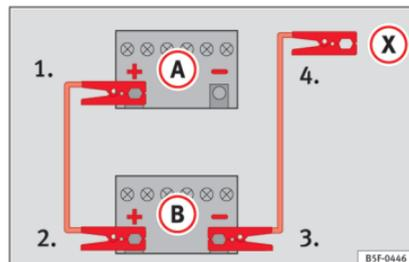

Abb. 75 Anschlussschema für Fahrzeuge ohne Start-Stopp-System.
2. Klemmen Sie ein Ende des **roten** Starthilfekabels an den Pluspol (+) des Fahrzeugs mit der entladenen Batterie (A) » Abb. 75.
3. Klemmen Sie das andere Ende des **roten** Starthilfekabels an den Pluspol (+) des stromgebenden Fahrzeugs (B).
4. *Bei Fahrzeugen mit Start-Stopp-System:* Klemmen Sie ein Ende des **schwarzen** Starthilfekabels an den Negativpol (-) des stromgebenden Fahrzeugs (B) » Abb. 75.